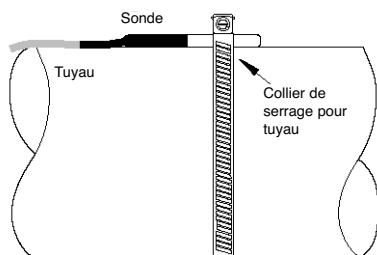

Figure 2 Installation de la sonde de température de surface de tuyau TE-704 A
3. Positionner la sonde à plat contre le tuyau et le fixer avec un collier de serrage pour tuyau (non fourni). Voir la Figure 2.